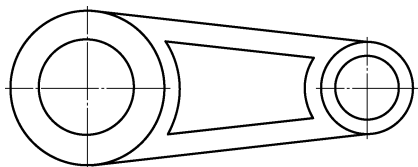

图 8-35 打开模型视图
- [1] 打开初始文件“Z8g2.slddrw”，打开模型视图，如图 8-35 所示。